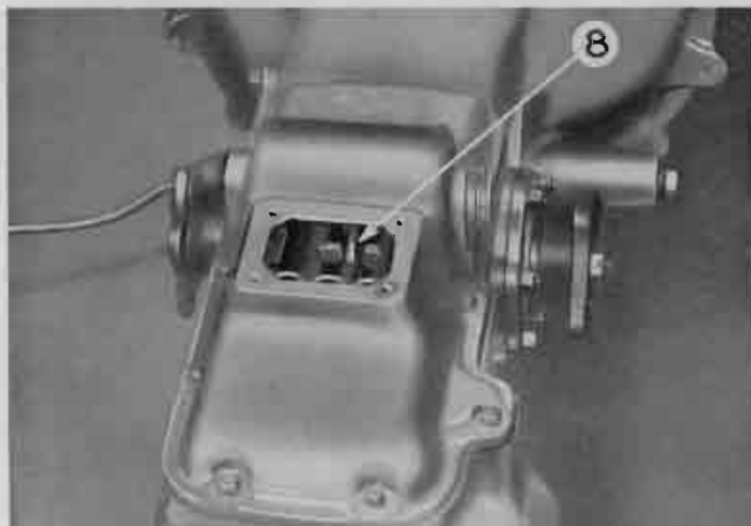

Fig. 39
La position de 1^{re} et marche arrière qui est à l'opposé de la surmultipliée s'obtient en tirant le tube (6) vers le haut à l'aide du levier (8). Le ressort du couvercle de boîte se trouve comprimé de 9 mm. Le réglage de la longueur de la tige 2 positionne donc le sélecteur dans la boîte des vitesses. Pour opérer correctement ce réglage, il est bon de démonter le capot de boîte ainsi que le regard situé sur le couvercle, de façon à s'assurer que le sélecteur est bien, pour les trois positions, dans l'axe des baladeurs (fig. 39).